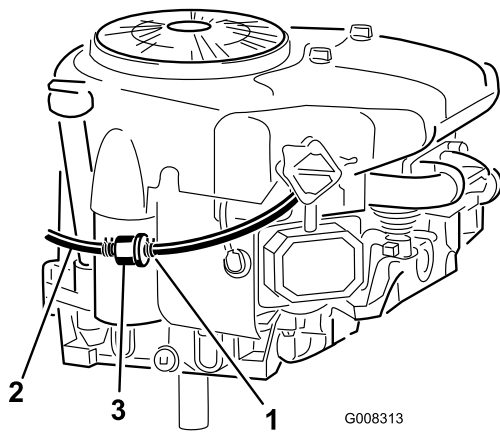

Figura 28
7. Apriete los extremos de la abrazadera y deslícela por el tubo de combustible hacia el depósito de combustible (Figura 28).
- Tire del tubo de combustible para separarlo del filtro (Figura 28) y deje que la gasolina se drene en un recipiente de combustible homologado o un recipiente apropiado.
- Acerque la abrazadera al filtro de combustible para fijar el tubo de combustible y el filtro (Figura 28).
El mejor momento para cambiar el filtro de combustible (Figura 28) es cuando el depósito de combustible está vacío. No instale nunca un filtro sucio después de desmontarlo del tubo de combustible.